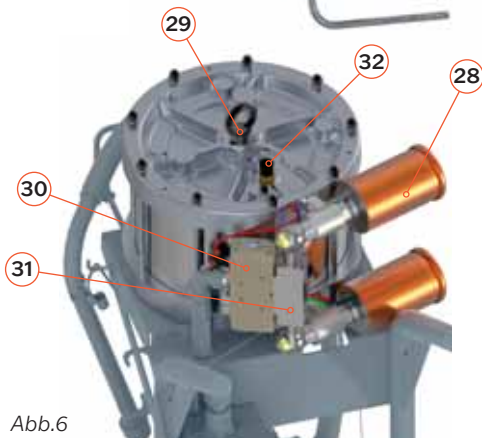

Abb.6
- 28** Luftauslass (Abb. 6)
- 29** Hochfeste Ringschrauben (713Kgf / 1573lbf Max.) (Abb. 6)
- 30** Bistabiles Luftventil (Abb. 6)
- 31** Kollektor (Abb. 6)